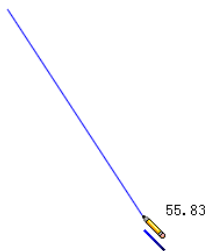

图 2-11 绘制任意直线
- 任意直线：在绘制直线过程中，笔型光标附近会出现任意直线图标符号，如图 2-11 所示。